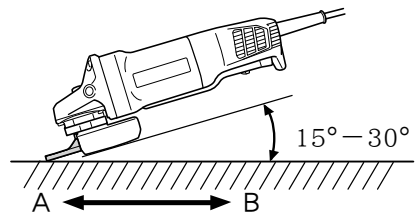

图 5
切勿将砂轮的全表面施加于要研磨的材料上。如图 5 所示，机器应保持 15° — 30° ，使砂轮的外缘以最佳角度与工件相接触。
4. 用新砂轮首次进行研磨时，应将角向磨光机由对面横过工件往操作人员这边拉，以免挖入工件（图 5 的 B 方向）。等砂轮的前缘适当磨损后，就可往任何方向进行研磨。